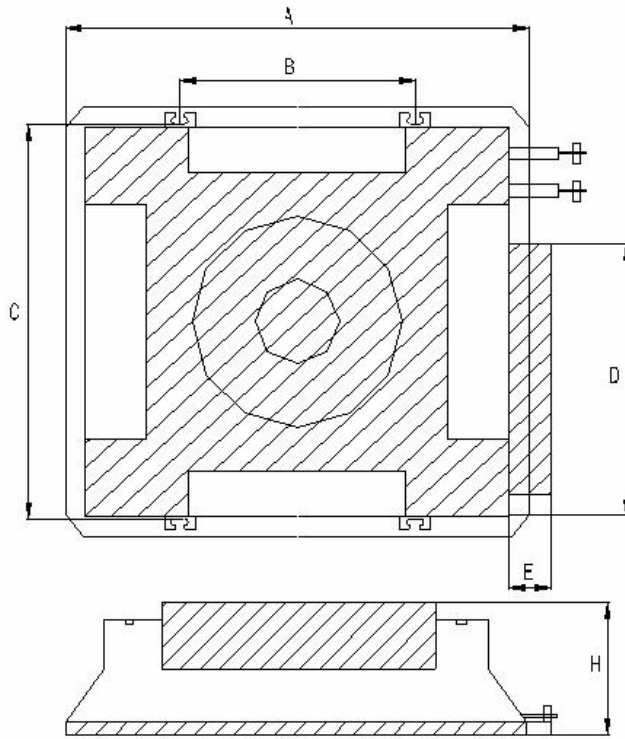

Abb.7
1. Benutzen Sie die Montagevorlage (mit dem Panel geliefert) wenn Sie die Stelle des Aufhängebolzens bestimmen. In Abb. 7 und Tabelle 1 sehen Sie die Größenverhältnisse.